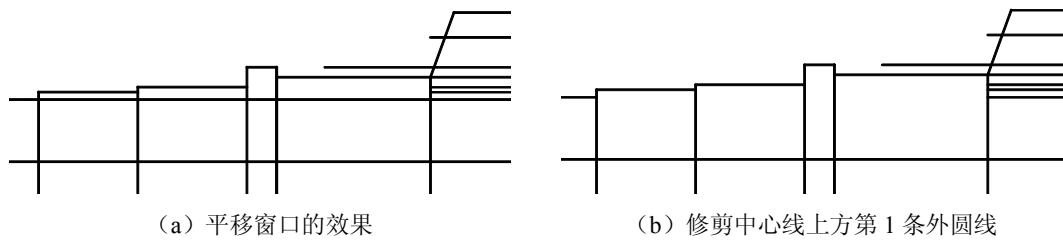

图 11-20 修剪完成左起第 1 条轴外圆线
(4) 平移窗口。利用滚动条右移绘图窗口，如图 11-20 (a) 所示。
(5) 使用修剪工具，以蜗杆左端面和轴身左端线为参考，修剪中心线上方第 1 条外圆线。结果如图 11-20 (b) 所示。